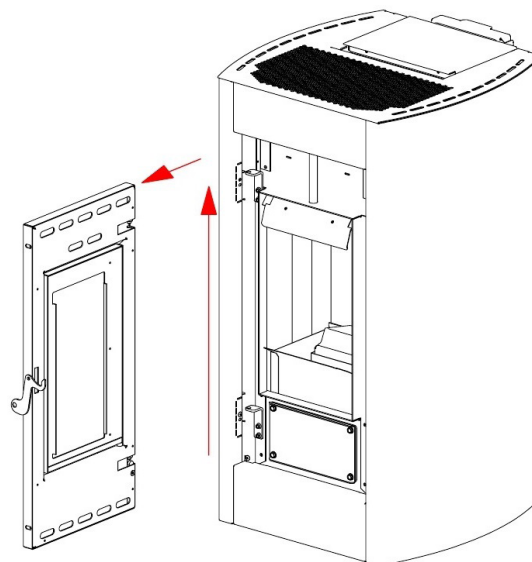

Fig. 22 - Verwijdering van de deur
- De deur heffen zodat de deurpinnen uit de beugels van de structuur komen (zie Fig. 22 op pag. 19).